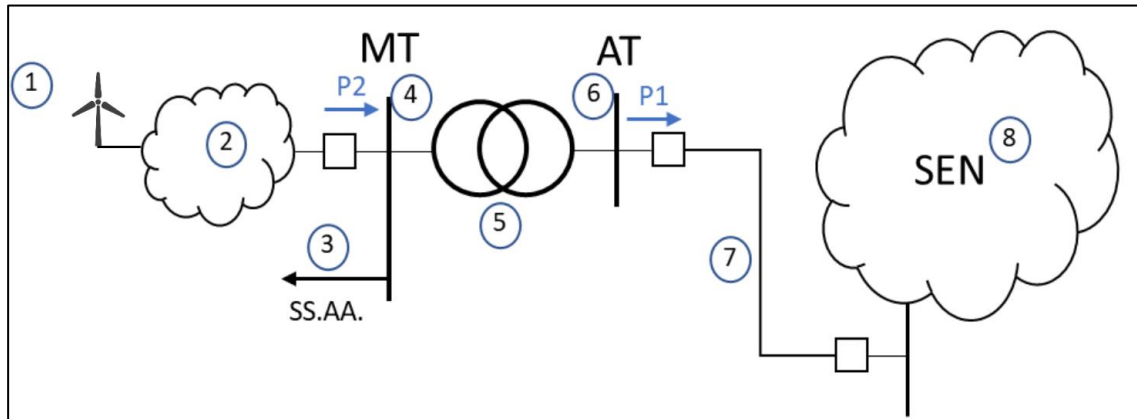

Figura 1.1 – Sistema equivalente parque eólico
La Figura 1.1, muestra un sistema equivalente de conexión de un parque eólico, el cual nos permite identificar y definir los siguientes elementos:
- ✓ **P1:** Potencia activa inyectada en la barra de alta tensión (AT) del parque [MW]. Este valor corresponde a la **Potencia Neta (Pneta)** del parque.
- ✓ **P2:** Potencia activa inyectada en la barra de media tensión (MT) del parque [MW].
- ✓ **Pbruta:** Suma de los aportes distribuidos de potencia activa inyectada por los aerogeneradores a nivel de baja tensión (BT) del parque [MW] (ver número “1” en Figura 1.1).
- ✓ **Pperd:** Pérdidas de potencia activa en línea de transmisión [kW] (ver número “7” en Figura 1.1).
- ✓ **Pcolector:** Pérdidas en el sistema colector del parque [kW] (ver número “2” en Figura 1.1).